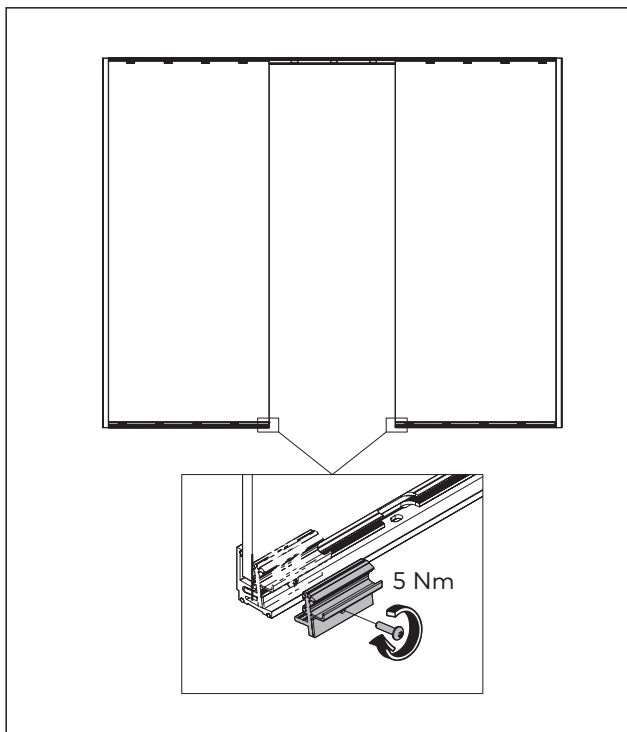

Abb. 4 Die Klemmstücke im Durchgangsbereich montieren
1. Jeweils 1 Klemmstück rechts und links im Durchgangsbereich bündig mit der Glaskante und dem Aufnahmeprofil montieren (Abb. 4).